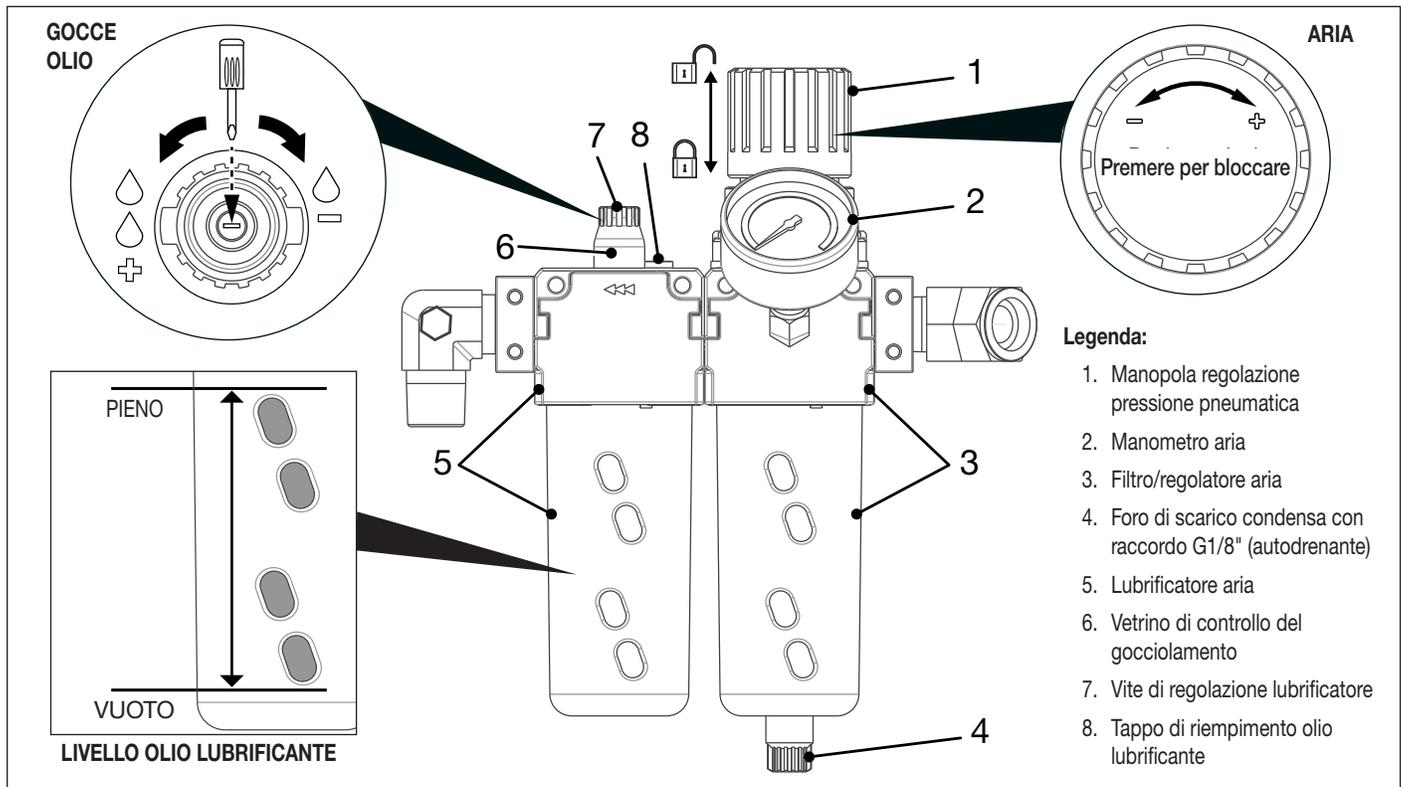

Figura 6: Filtro/regolatore e lubrificatore aria
Per regolare la pressione dell'aria: a pompa spenta, tirare verso l'alto la manopola di regolazione per sbloccarla dal valore impostato. Ruotarla in senso orario per aumentare la pressione impostata o in senso antiorario per ridurla. Spingere verso il basso la manopola per bloccare la regolazione. Un manometro montato sulla parte anteriore del regolatore indica la pressione dell'aria. Vedere Figura 6.
Il lubrificatore dell'aria inietta olio nel flusso di aria compressa per lubrificare il motore pneumatico della pompa. Vedere Figura 6. L'olio lubrificante (acquistato separatamente) deve essere versato nel lubrificatore prima di avviare la pompa la prima volta.
3. Versare lentamente la quantità necessaria di olio lubrificante. Vedere le indicazioni di livello dell'olio nella Figura 6.
La velocità di gocciolamento deve essere regolata prima di usare la chiave dinamometrica su un dado o bullone. Vedere Figura 6.